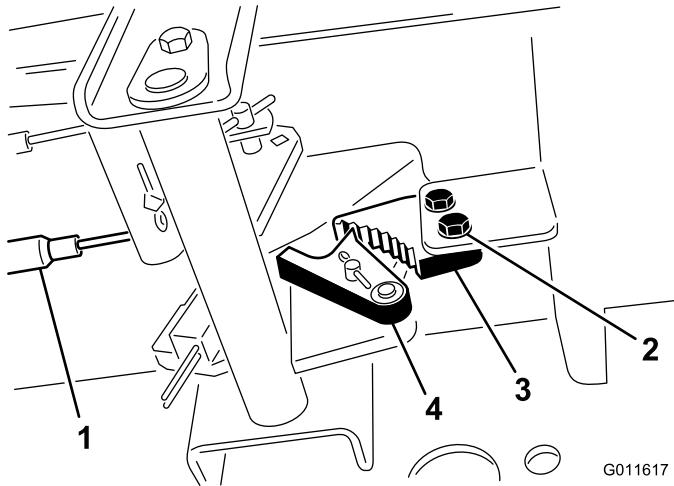

図 56
- 駐車ブレーキのツメをフレームに固定しているネジ2本をゆるめる(図 56)。
- ブレーキのツメが戻り止めに完全に掛かるまで駐車ブレーキペダルを前に踏み込む(図 56)。